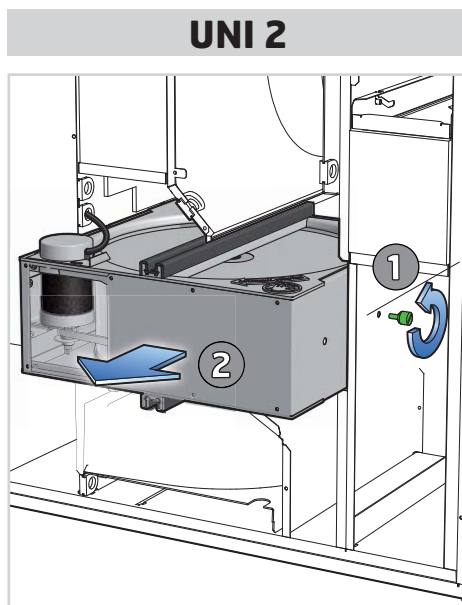

Fig. 1
2. Dra ut rotorn (se Fig. 1). **OBS:** Skillnader mellan modellerna.